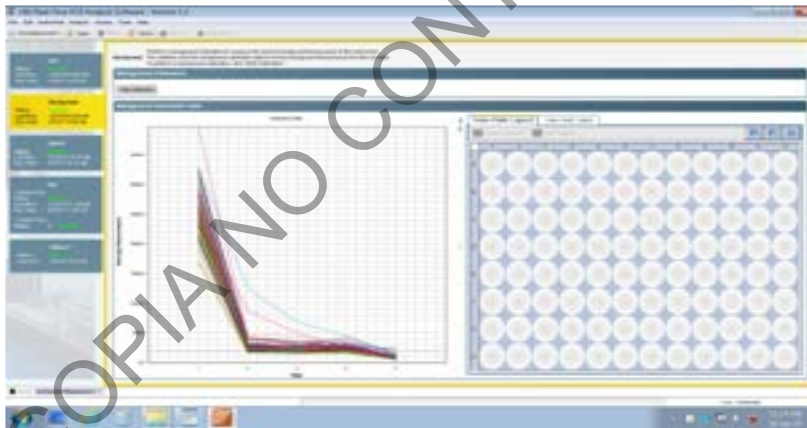

Figura 25. Pantalla con las diferentes opciones de calibración, mostrando la alternativa de Background
**7.4.2.3** Seleccione la opción **Background Calibration** que aparece en el menú de la izquierda de la pantalla y seleccione **Start Calibration**. Ver figura 25